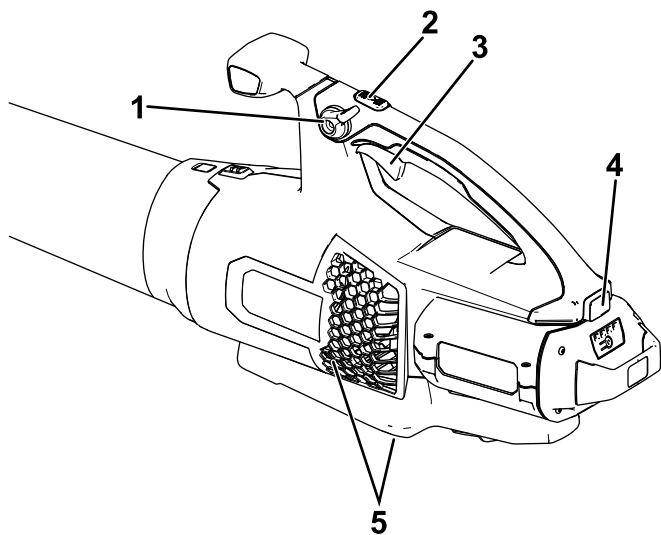

Figure 7
4. Pour mettre le souffleur en marche, serrez la gâchette de vitesse variable (Figure 7).
Remarque: Enclenchez le blocage de vitesse pour garder l'appareil en marche sans avoir à appuyer sur la gâchette de vitesse variable (Figure 7).
Pour obtenir des performances optimales (débit d'air), appuyez à fond sur la gâchette de vitesse variable, puis maintenez le bouton Turbo Boost enfoncé pendant la durée souhaitée (Figure 7).
Pour régler le débit du souffleur en marche, serrez la gâchette de vitesse variable (Figure 7).
Pour maintenir le débit d'air actuel, engagez le blocage de vitesse (Figure 7).
Pour arrêter le souffleur, déverrouillez le blocage de vitesse (le cas échéant) et relâchez la gâchette de vitesse variable (Figure 7).